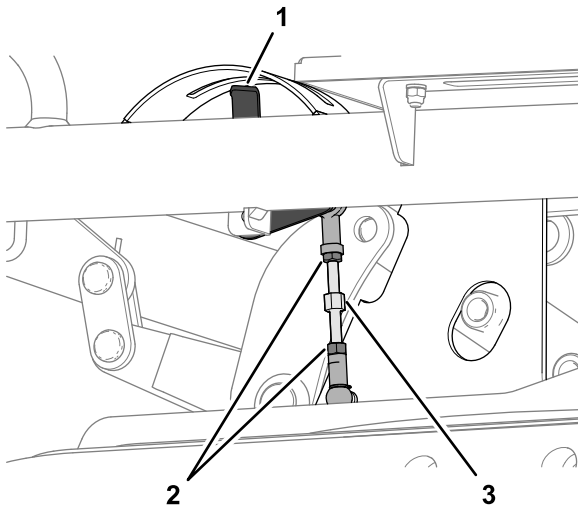

Bild 131
- A. Lösen Sie die zwei Klemmmuttern, mit denen der Schnitthöhenlenker befestigt ist (**Bild 131**).